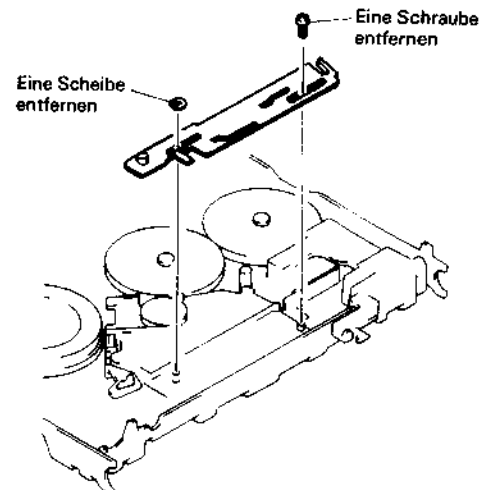

Abb. 2.99 Ausbau des Gleitstückes
Ausbau des Gleitstückes (Abb. 2.99)
5. Eine (1) Befestigungsschraube und eine (1) Scheibe des Gleitstückes entfernen (siehe Abb. 2.99).
5. Das Gleitstück ausbauen (siehe Abb. 2.99).